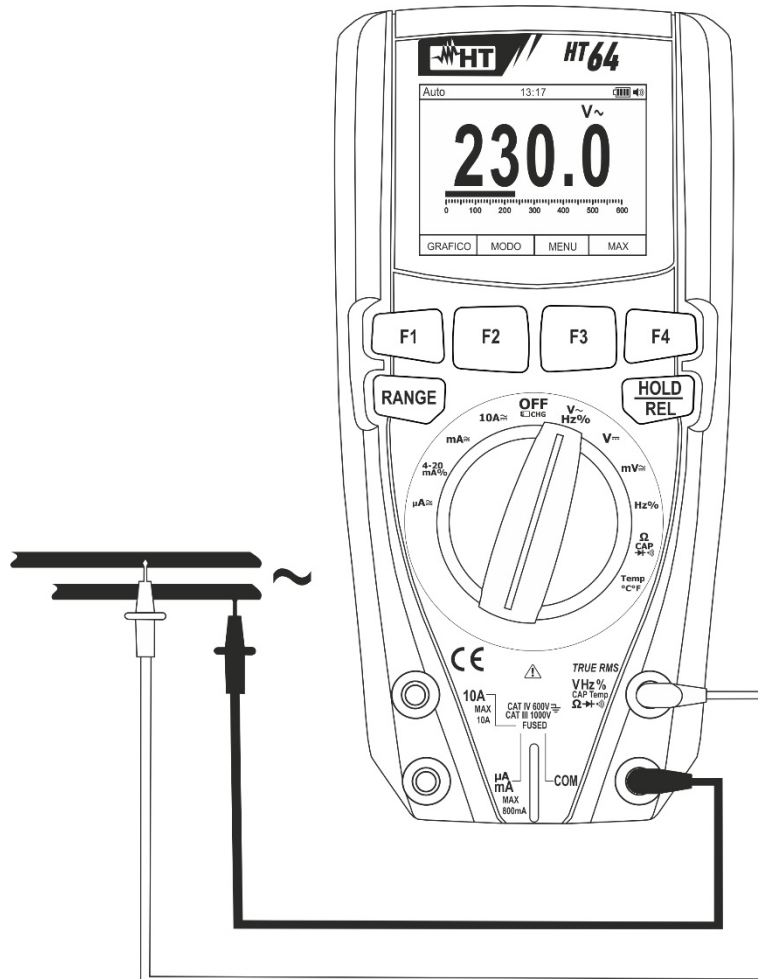

Abb. 23: Verwendung des Gerätes für Wechselspannungsmessung
4. Verbinden Sie die rote Messleitung und die schwarze Messleitung mit den gewünschten Messpunkten des zu messenden Kreises (siehe Fig. 23). Der Spannungswert erscheint auf dem Display.